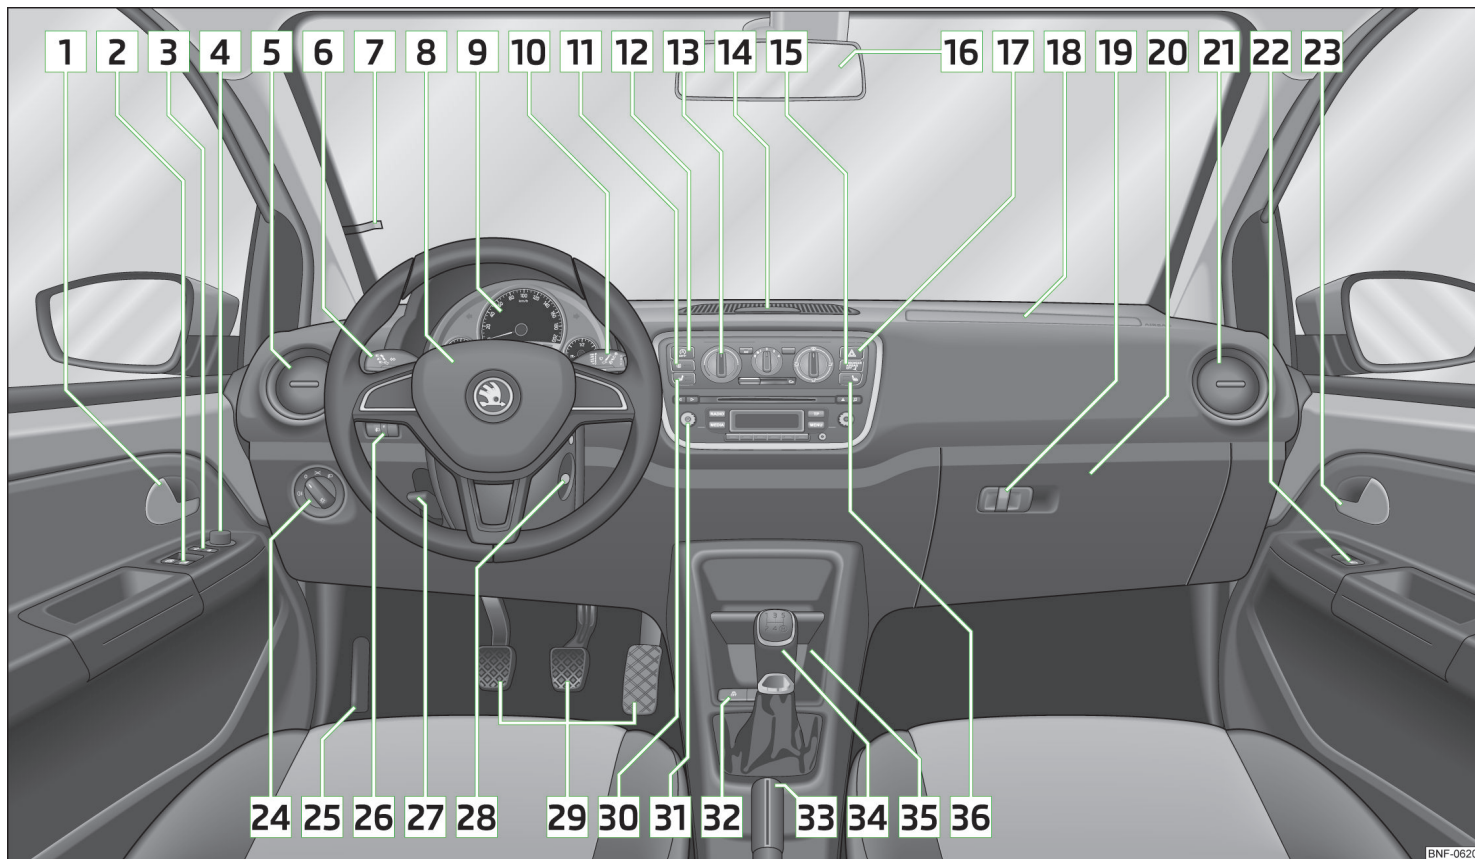

Fig. 16 Cockpit
- I højrestyrede biler afviger placeringen af betjeningsselementerne delvis fra den placering, som er vist på » Fig. 16. Symbolerne er dog de samme for de enkelte betjeningsselementer.